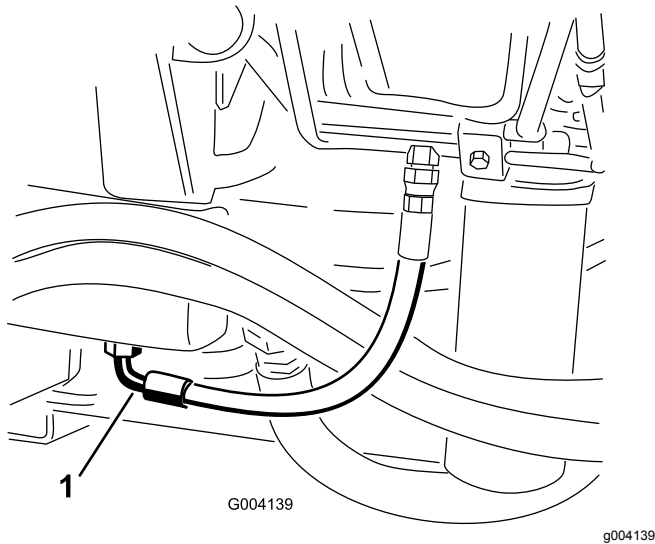

図 75
2. タンク 図 75 の下についているフィッティングの下に、オイルを受ける大型の容器を置く。